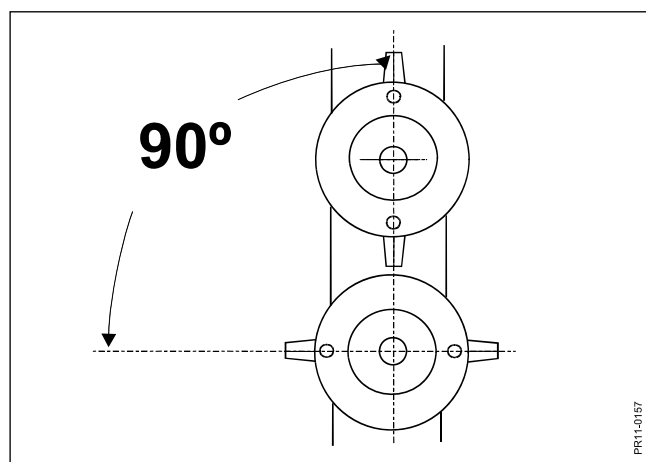

Fig. 6-11
- Fig. 6-11 Om tallrikarna har varit demonterade, skall de återmonteras vridna 90° i förhållande till varandra.